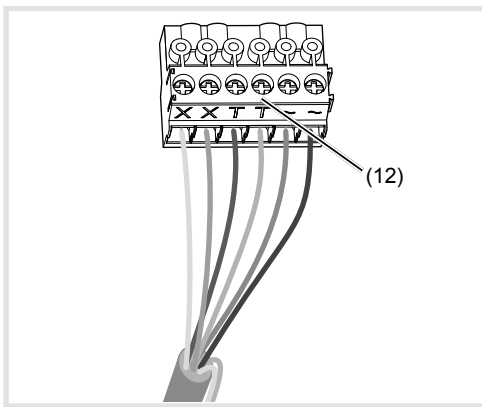

Figura 7: blocco di serraggio di collegamento cablato
- Tirare verso il basso il blocco di serraggio di collegamento (12) della mascherina audio.
- Collegare la coppia di fili della linea bus a 2Fili ai morsetti **XX** del blocco di serraggio di collegamento (figura 7).
- Eventualmente collegare il cavo apriporta ai morsetti **TT** del blocco di serraggio di collegamento (figura 7 e 8).
- Per la retroilluminazione tasti di chiamata 12 V~, collegare la linea di alimentazione del trasformatore di rete ai morsetti del blocco di serraggio di collegamento (figura 7 ... 9).